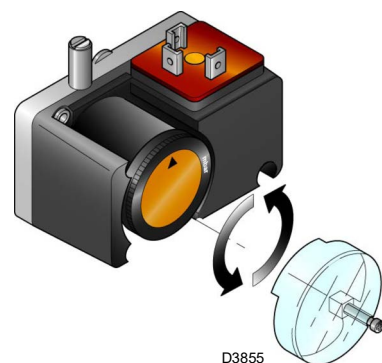

Fig. 29
- Regolare il pressostato gas di minima (Fig. 29, pag. 29) a inizio scala.
- regolare il pressostato gas di minima (Fig. 29, pag. 29), posto sulla rampa gas, a inizio scala;
Eseguire la regolazione del pressostato gas di minima (Fig. 29) dopo aver regolato il bruciatore, le valvole del gas e lo stabilizzatore della rampa.